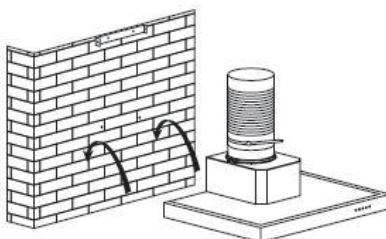

Imagen 4
- Cuelgue el electrodoméstico en los tornillos de fijación. Véase la imagen 4.